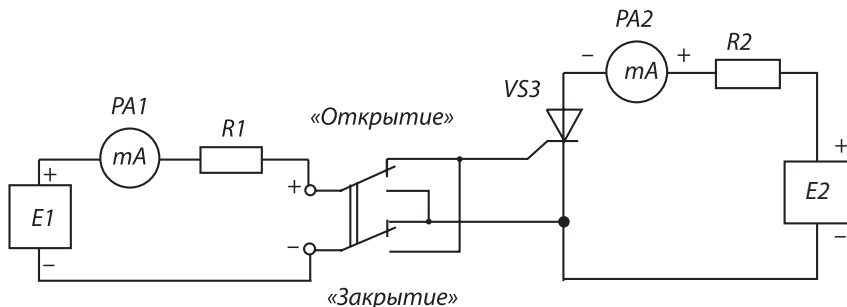

Рис. 4.2
8.1. Собрать схему рис. 4.2, установить $R1 = 100 \text{ Ом}$, $R2 = 120 \text{ Ом}$, включить $E1, E2$.